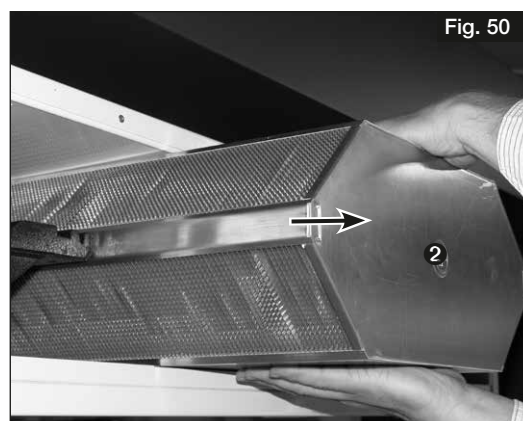

Fig. 50
3. Retirer avec précaution l'échangeur à contre-courant  de l'appareil (voir Fig. 50). Attention à ne pas endommager les lamelles !!